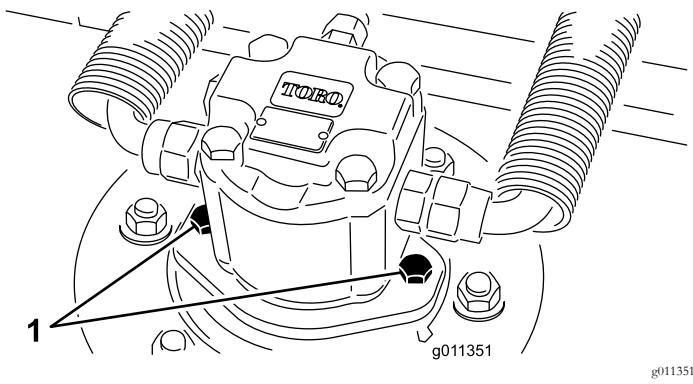

Bild 69
1. Klemmen Sie den Hydraulikmotor vom Mähwerk ab und entfernen ihn (Bild 69). Decken Sie die Spindeloberseite ab, um einer Verunreinigung vorzubeugen.
3. Montieren Sie den Hydraulikmotor am Mähwerk (Bild 69) Stellen Sie sicher, dass sich der O-Ring unbeschädigt in seiner Position befindet.